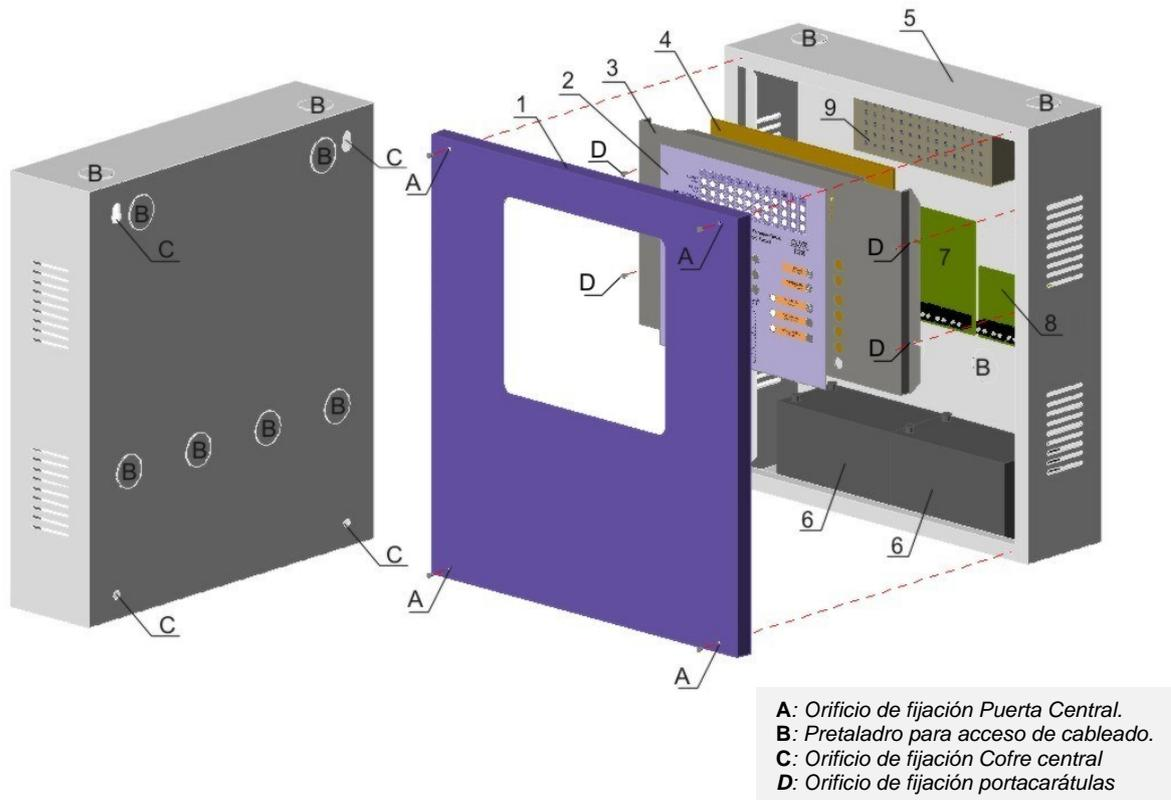

Figura 6: Diagrama cofre y puerta central
La central CLVR se basa en un cofre metálico, en cuyo interior se sitúan los diferentes componentes. La puerta se fija en el cofre mediante 4 tornillos frontales (letra A en la figura 6) situados cerca de las esquinas.
En cuanto al cofre, éste va provisto de 10 pretaladros de 28 mm para permitir el acceso del cableado a la central (Letra B en la figura 6). 2 están situados en la parte superior, 2 en la parte inferior y 6 en la cara posterior.
Para la instalación del cofre a la pared, existen 4 orificios de diámetro 8 mm distribuidos en la cara posterior cerca de las esquinas (letra C de la figura 6).
Por tanto, el proceso de instalación de la central es el siguiente (ver figura 6):
- Realizar los taladros necesarios para sujetar la central en la pared. Para ello tener en cuenta los orificios (C) situados en las esquinas del cofre (ver figura 6).
- Desmontar la puerta del cofre retirando los tornillos (A) de las esquinas.
- Abrir los pretaladros (B) necesarios para el paso de los cables a la central.
- Montar el cofre en la pared usando los orificios (C).